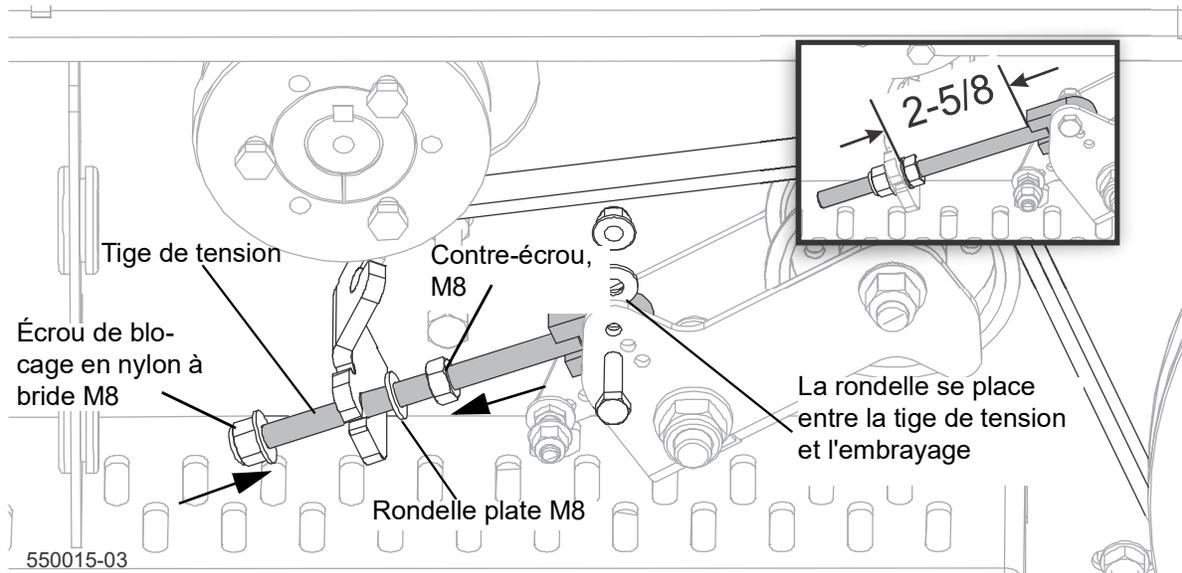

FIG. 3-24
10. Insérez la tige de tension dans le support inférieur comme indiqué sur la fig. 3-24.
11. Réglez les écrous de la tige de tension jusqu'à ce que les filets de la tige montrent environ 2-5/8" (67 mm) entre le bas de la tête de la tige et le support de montage. Voir Figure 3-24.